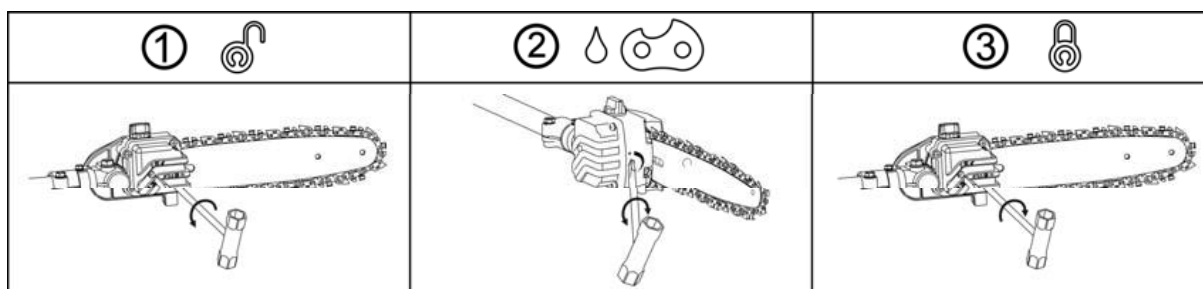

Fig. 12
1. Desserrer la vis de fixation d'un tour (Fig. 12)